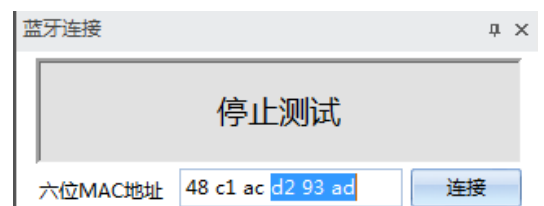

图 4.33 扫码输入保留 3 位蓝牙连接对话框
- 扫码输入：通过扫描枪扫描条形码或二维码输入，当选择保存前 N 位地址时，扫码结束后，后 6-N 位数值会呈现选中状态如图 4.33。一般扫码输入该数值设置为 0。